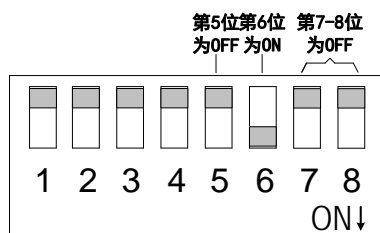

图 4.25 -3.3V~+3.3V 差分信号调速的拨码开关配置
-3.3V~+3.3V差分信号模拟信号占空比调速方式的码开关配置如图 4.25 所示。第 1-3 位配置电机额定电流（如何配置电机额定电流见表 2.2）；第 4 位配置堵转时间（如何配置见表 2.3）；第 5-7 位配置调速方式（如何配置调速方式见表 2.4），我们将第 5 位拨到 OFF，第 6 位拨到 ON，第 7 位拨到 OFF；第 8 位控制方式位拨到 OFF。